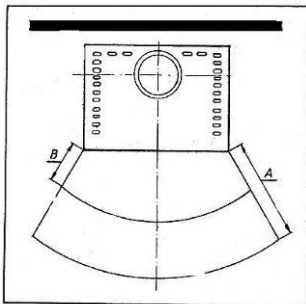

Bild 8
Im Sichtbereich (Strahlungsbereich) des Feuers muss zu brennbaren Bauteilen, Möbel oder auch z.B. zu Dekostoffen ein Abstand von mindestens **90 cm (A)**, gemessen ab Vorderkante Feuerraumöffnung eingehalten werden. Der Sicherheitsabstand reduziert sich auf **50 cm (B)**, wenn ein belüfteter Strahlungsschutz vor das zu schützende Bauteil montiert wird (Beispiel siehe Abb. 8)